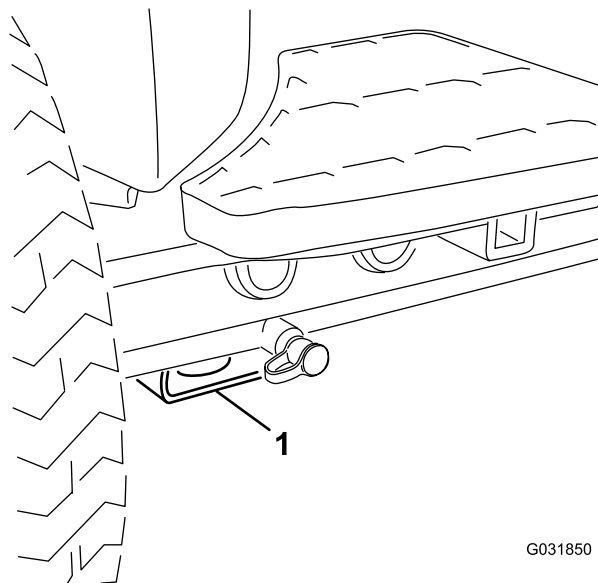

図 44
- 前各前輪の内側、アクスルチューブの下にある四角いパッド(図 44)